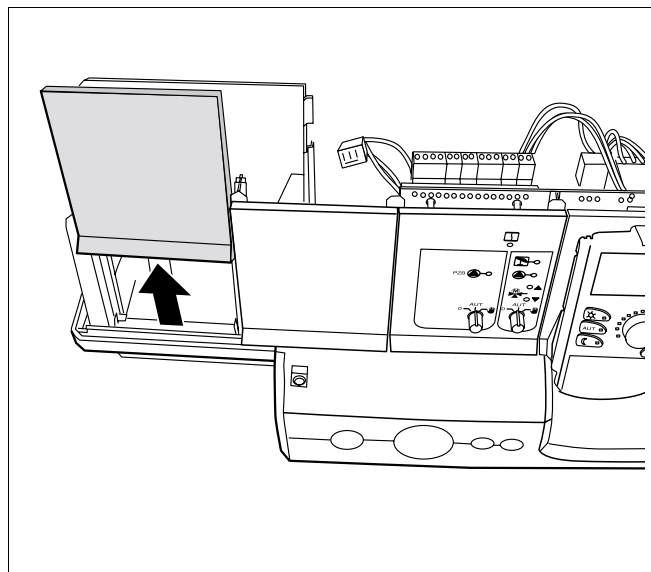

Fig. 4 Rimuovere la piastra cieca
- Rimuovere la piastra di copertura del posto d'innesto (slots, fig. 4) nel quale deve essere inserito un ulteriore modulo funzione.